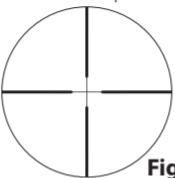
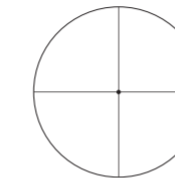
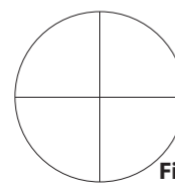
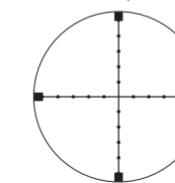

Fig. 3-2
Fig. 3-3
Fig. 3-4
Fig. 3-6
(1) Messa a fuoco
- 1 Guardare attraverso l'oculare tenendo l'occhio a circa 10 cm (4 pollici) di distanza; si vedranno il reticolo BDC (Fig. 3-1), il reticolo Duplex (Fig. 3-2), il reticolo Fine Crosshair w/Dot (Fig. 3-3), il reticolo Fine Crosshair (Fig. 3-4), il reticolo n. 4 (German 4) (Fig. 3-5) o il reticolo Mildot (standard MIL) (Fig. 3-6). Assicurarsi che l'occhio sia ben allineato e alla giusta distanza (eye relief); in caso contrario si vedrà "tutto nero".